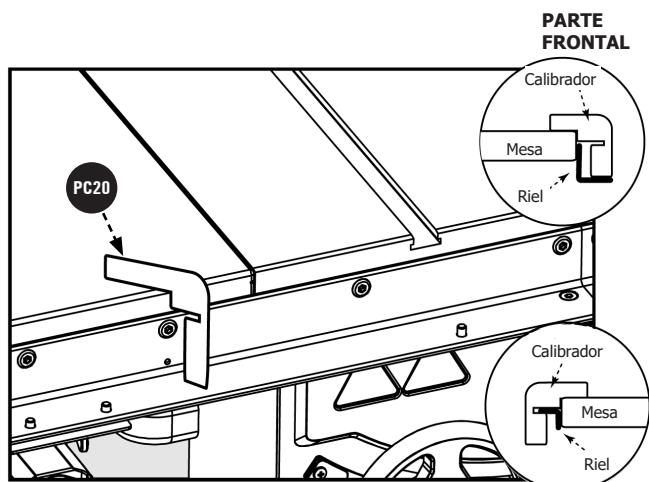

Figura 6
- Utilice la plantilla de alineación de guía [PC20] para asegurarse que el perfil se encuentre a una distancia adecuada de la parte superior de la mesa a cada lado de la mesa de hierro fundido. Ver Figura 6.